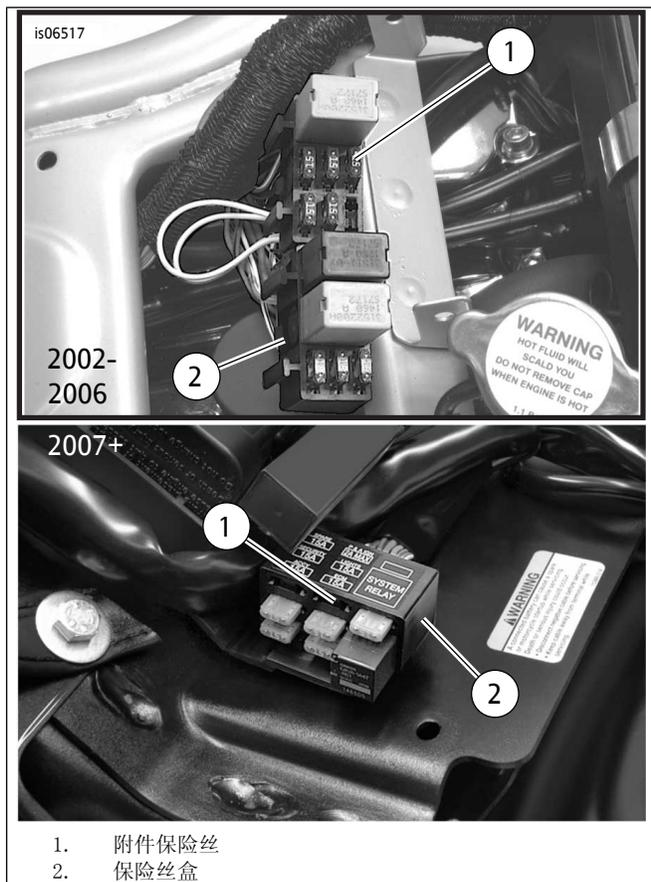

图15. 附件保险丝的位置(威路德车型)
1. 参见图15。将保险丝盒(2)附近的主线束护套在适当位置小心地切开,然后切断接到保险丝空腔(1)的橙色/白色主线束电线,该电线标记有: